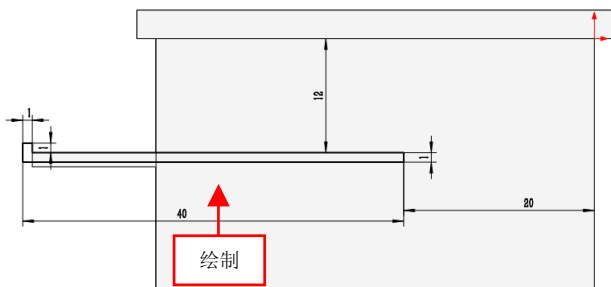

图 15-28 绘制草图对象
(8) 进入草图绘制环境，单击【边角矩形】按钮，绘制相应的矩形对象，如图 15-28 所示。